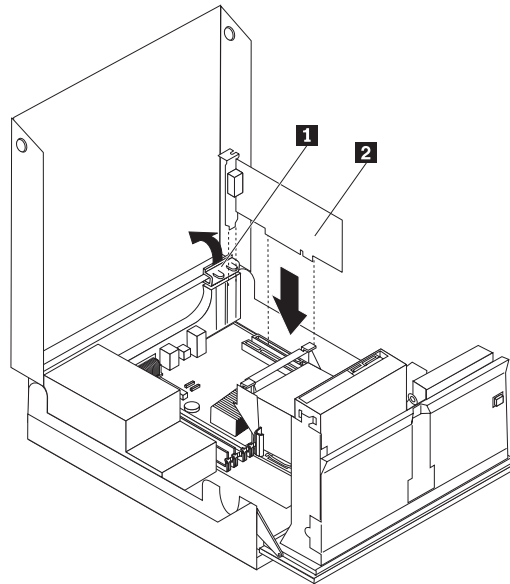

Рисунок 32. Как открыть фиксатор платы контроллера и извлечь плату
- Чтобы заменить неисправный контроллер или установить новый, переведите фиксатор платы контроллера **1** в открытое положение. Смотрите рис. 32 на стр. 37.